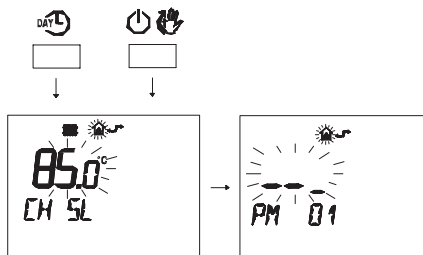

Figura 5.58
- Premere contemporaneamente i pulsanti  e  per entrare nella programmazione trasparente (Figura 5.58).